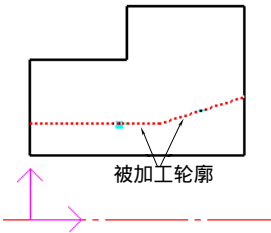

图 4-73 拾取精加工表面轮廓
3) 拾取精加工表面轮廓。当单击“ 精车参数表 ”对话框中的“ 确定 ”按钮后，在状态栏中系统提示用户拾取被加工工件表面轮廓。单击立即菜单，在其下拉菜单中选取“ 单个拾取 ”方式，拾取精加工工件表面轮廓，所有选择的线条都变成了红色，如图 4-73 所示，然后单击鼠标右键结束被加工工件表面轮廓的拾取。